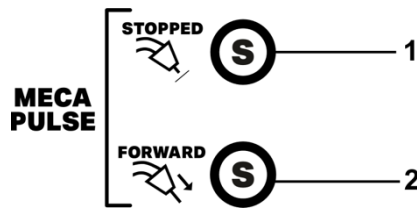

Fig. 7
- Lorsqu'il est sélectionné, il permet de souder en mode Mecapulse. La vitesse du moteur d'entraînement oscille entre deux valeurs STOPPED (1-Fig.7) et FORWARD (2-Fig.7) pendant le temps sélectionné, ce qui permet de souder des pièces à trous sans projections ni distorsions. Remplace avantagusement le mode électronique pulsé.